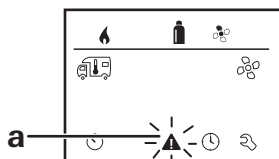

Fig. 25
1. Seleccione el icono ("Fig. 25") con el botón de giro/pulsador.
i En este caso, el error no se confirma en CP plus VarioHeat y el icono de advertencia ("Fig. 25") se sigue mostrando. El aparato permanece en estado de error. Pueden utilizarse otros aparatos conectados.
1. Seleccione el símbolo de advertencia ("Fig. 25") con el botón de giro/pulsador.